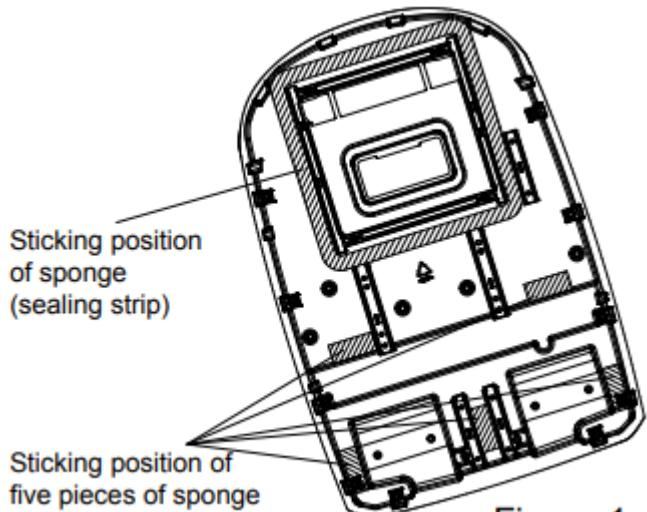

Figure 1
1. Säubern Sie vor dem Verkleben die Klebestelle (wie in Abbildung 1 dargestellt) am Gehäuse des Außengeräts, um sicherzustellen, dass die Klebestelle sauber ist;
2. Nehmen Sie ein Stück Schwamm (Dichtungsstreifen) und fünf Stück Schwamm aus dem Zubehör, reißen Sie das Papier auf der Klebefläche ab und richten Sie es an der Kante der Position aus, wie in Abbildung 1 gezeigt, um den Schwamm aufzukleben. Wenn der Schwamm (Dichtungsstreifen) beschädigt oder nicht richtig aufgeklebt ist, müssen Sie ihn durch einen neuen ersetzen und ihn richtig aufkleben;